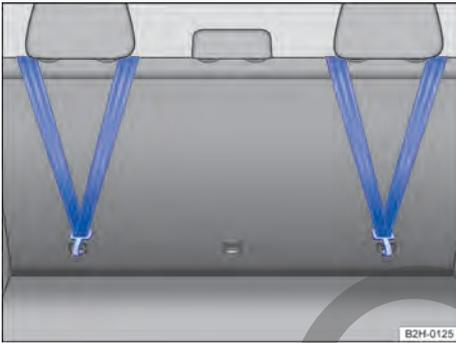

Fig. 44 En la parte posterior del respaldo del asiento trasero: cinturón de fijación superior enganchado.
- Enganche el cinturón de fijación superior en la argolla de sujeción correspondiente → Fig. 44.